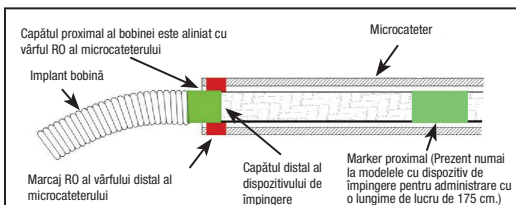

Figura 4 – Poziția benzilor de marcare pentru detașare
29. Înaintați bobina în locul dorit până când marcajul radioopac de pe dispozitivul de împingere pentru administrare este aliniat sau ușor distal față de marcajul RO al vârfului distal al microcateretului, poziționând zona de detașare chiar în afara vârfului microcateretului. Consultați figura 4.